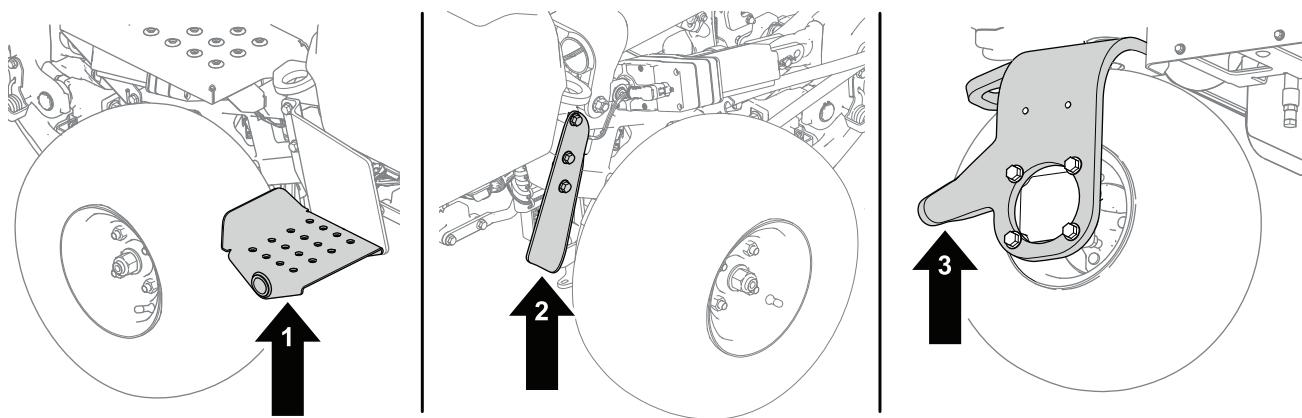

Figura 43
1. Coloque um macaco no ponto de suspensão desejado (Figura 43).